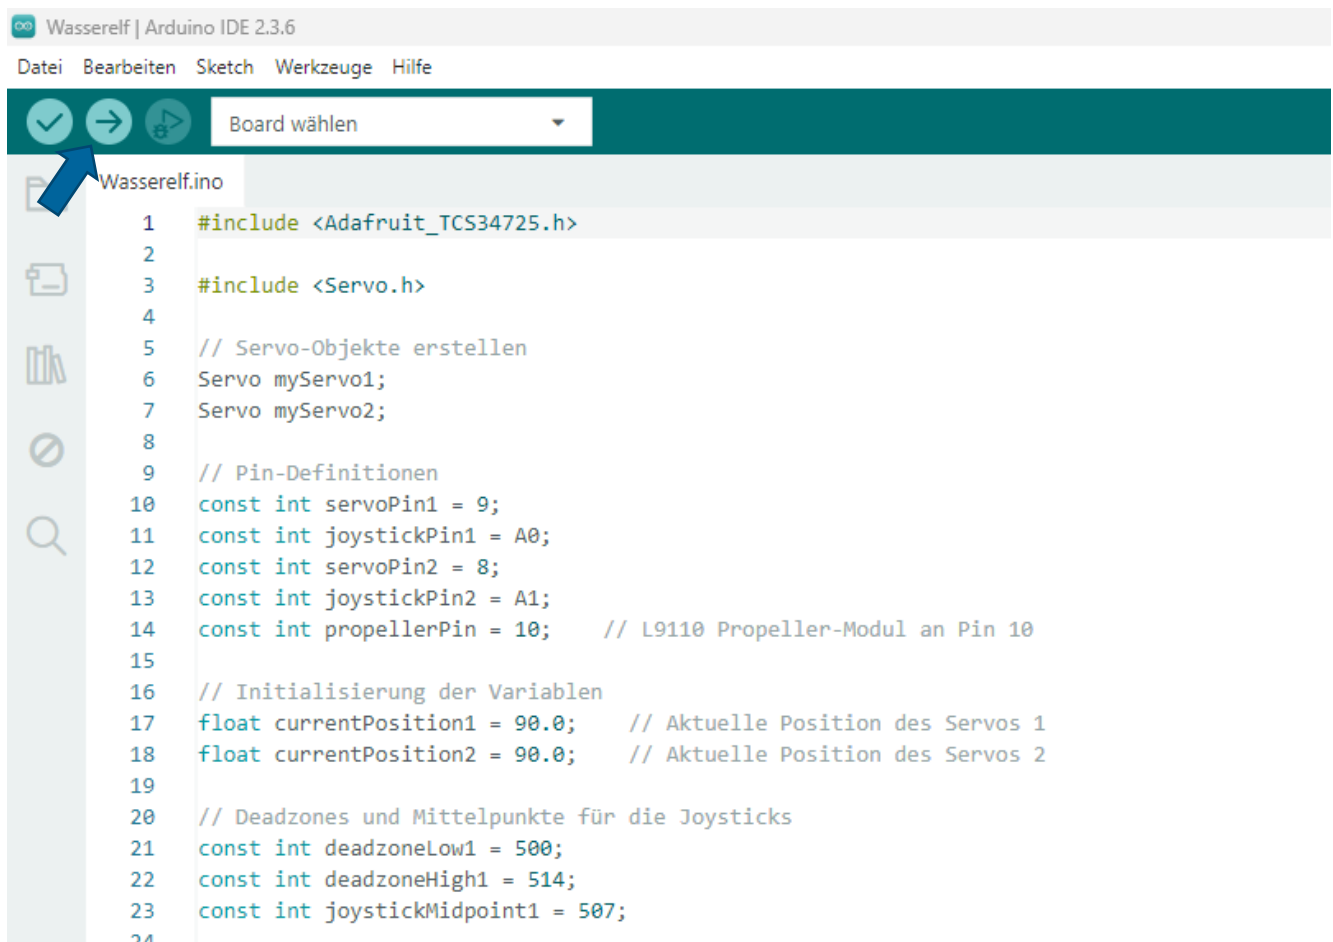

Abbildung 5: Arduino IDE - Programm hochladen
3. Programm auf das Board laden (siehe Abbildung 5: Arduino IDE - Programm hochladen).